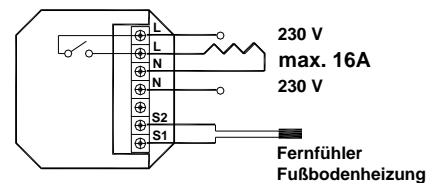

Bild 2
- Der Anschluss des Gerätes erfolgt auf der Rückseite (siehe Bild 2). Die Klemmen sind am Gerät beschriftet und wie folgt belegt: